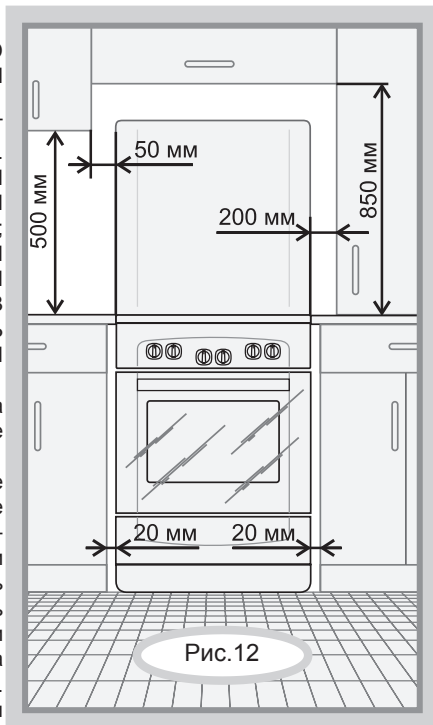

Рис. 12
- Минимальные расстояния, которые необходимо выдержать при установке плиты, показаны на рис. 12. Задняя стенка плиты должна отстоять от поверхности стены не менее чем на 50 мм. Уровень варочной поверхности плиты должен быть не ниже уровня столешницы. Торцы мебели на уровне варочной поверхности стола защитить металлическими накладками. Кухонные полотенца, шторы и т.п. должны находиться на безопасном расстоянии, исключающем их воспламенение.